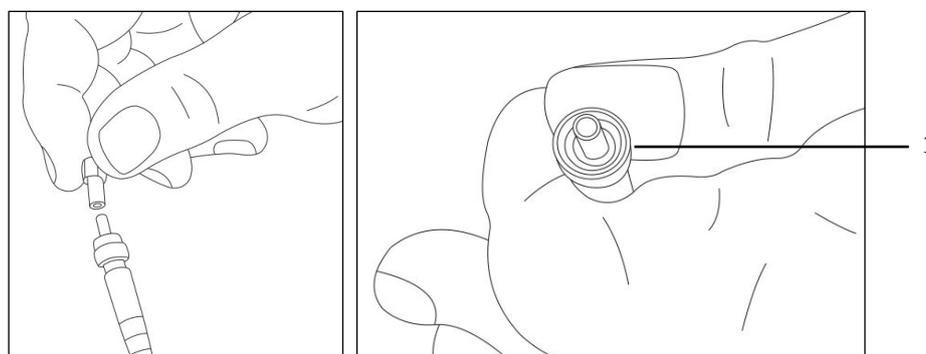

Figure 91. Préparation de la nouvelle sonde d'oxygène avec l'extrémité de fibre optique
1. Retirer avec précaution le piston de protection de l'extrémité de la sonde (côté analyseur), en veillant à ne pas toucher l'extrémité de la fibre optique. Voir la figure 91.
3. Insérer la pointe de la sonde dans le connecteur SMA et serrer l'écrou du connecteur. Voir la figure 91.